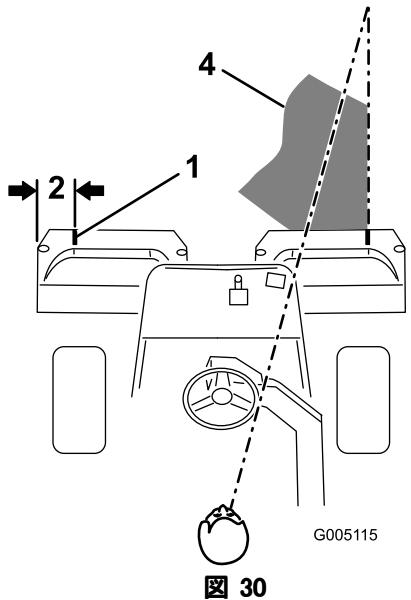
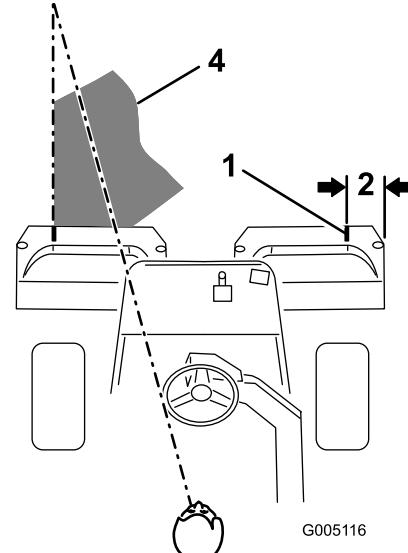

図 30
図 31
2. その位置に白色テープか白ペンキで集草箱の縁と平行に目印を入れる（図 30）。
3. 行きと帰りでのオーバーラップができるだけ小さくなるように運転します。グリーン内をぶれずにきれいに直進し、刈り込みの済んだ列との距離を一定に保って走るためには、車体前方 1.8 から 3 m のところに視線を置いて、刈り込み済みの済んでいる列にラインを合わせるようにするのがコツです(図 30 および図 31)。ハンドルを目印にして距離を合わせても良いでしょう。その場合、ハンドルの縁と本機前方の目標ラインとを重ねて見ながら運転します(図 30 と図 31)。